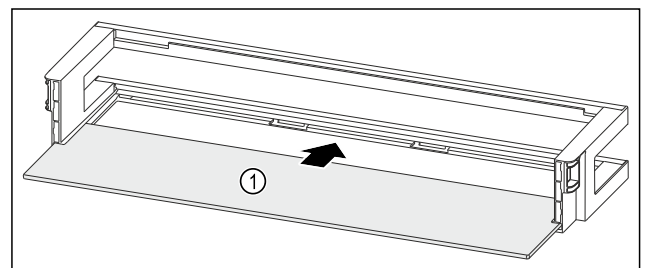

Fig. 202 Türabsteller mit Abstellfläche
- ▶ Abstellfläche Fig. 202 (1) in die seitlichen Aussparungen einschieben.